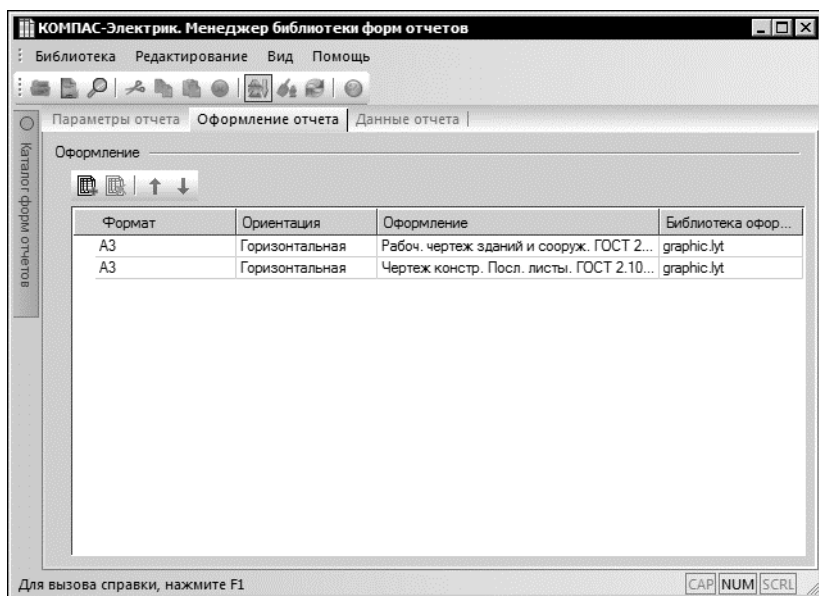

Рис. 14.2. Вкладка **Оформление отчета**
- ▼ **Оформление отчета** (рис. 14.2 на с. 239),
Выбор стиля оформления листов документа, а также их формата и ориентации осуществляется во вкладке **Оформление отчета** (рис. 14.2) диалога заполнения формы.